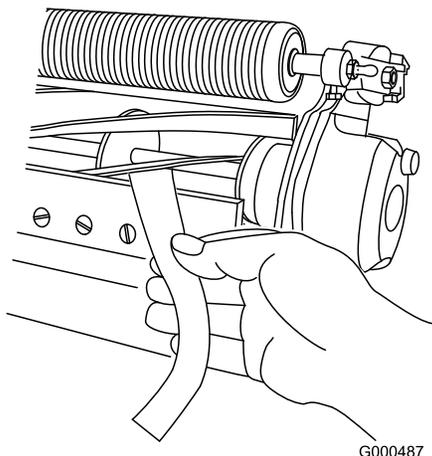

Figura 5
B. Insira uma fita comprida de papel de desempenho de corte entre o cilindro e a lâmina de corte, perpendicular à lâmina de corte (Figura 5) e, em seguida, rode **lentamente** o cilindro para a frente; deve cortar o papel; caso contrário, repita os passos A e B até que o faça.
11. Insira uma fita comprida de papel de desempenho de corte entre o cilindro e a lâmina de corte, perpendicular à lâmina de corte (**Figura 5**) e, em seguida, rode **lentamente** o cilindro para a frente; deve cortar o papel; caso contrário, rode cada parafuso de ajuste da barra de apoio no sentido dos ponteiros do relógio 1 clique e repita este passo até que corte o papel.